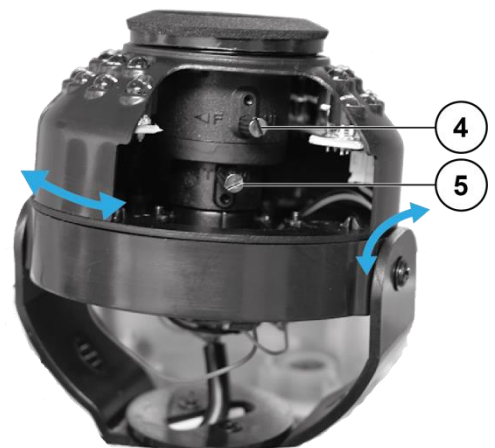

Abb. 3: FVK4212 einstellen
- ▶ Richten Sie sie durch Neigen und Drehen in die gewünschte Position, siehe Abb. 3.